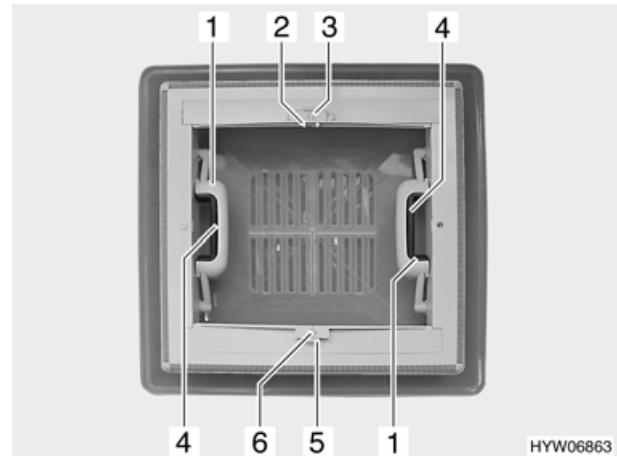

Bild 37 Dachlüfter mit Schnappverschluss
- Schnappverschluss (Bild 37,4) zur Innenseite des Dachlüfters drücken. Gleichzeitig mit dem Griff (Bild 37,1) den Dachlüfter nach oben drücken.
- Arretierung (Bild 37,5) zur Dachlüfteraußenseite drücken.
- Verdunklungsrollo am Griff (Bild 37,6) bis zum gegenüberliegenden Griff des Insektenschutzrollos (Bild 37,2) ziehen und einrasten lassen.
- Griff (Bild 37,2) zusammendrücken. Die Arretierung wird gelöst.
- Verdunklungsrollo am Griff (Bild 37,6) langsam zurückführen.
- Arretierung (Bild 37,3) zur Dachlüfteraußenseite drücken.
- Insektenschutzrollo am Griff (Bild 37,2) bis zum gegenüberliegenden Griff des Verdunklungsrollos (Bild 37,6) ziehen und einrasten lassen.
- Insektenschutzrollo am Griff (Bild 37,2) langsam zurückführen.